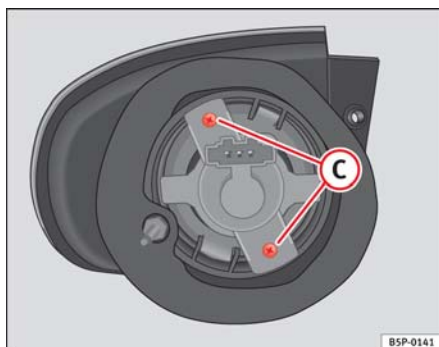

Fig. 175 Luz intermitente
- Desenrosque los tornillos ⇒ página 221, **fig. 175 C** del portalámparas y tire del mismo.
- Retire los tornillos ⇒ **fig. 175 C** del portalámparas y tire del mismo.